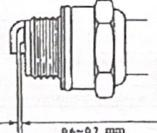

Рис. 16
3. Рабочий клиренс для свечи зажигания 0.6-0.7 мм. Пожалуйста, проверяйте клиренс регулярно; если он слишком мал или слишком велик, подстройте его как изображено на Рис. 16.